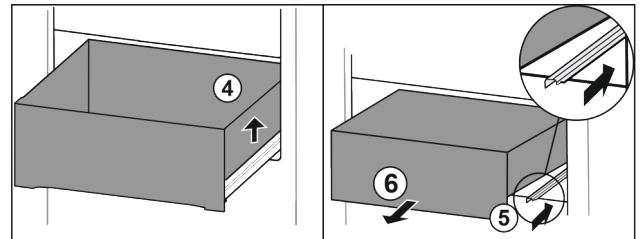

Fig. 89
- Schubfach rechts anheben. Fig. 89 (4)
- Rechte Schiene einschieben. Fig. 89 (5)
- Schubfach nach vorne entnehmen. Fig. 89 (6)